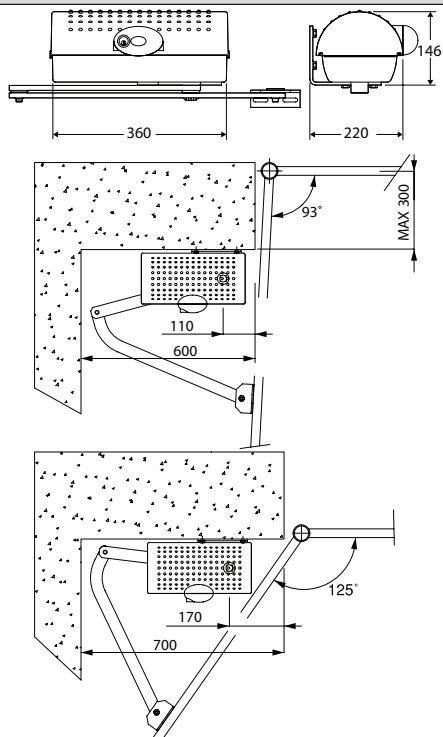
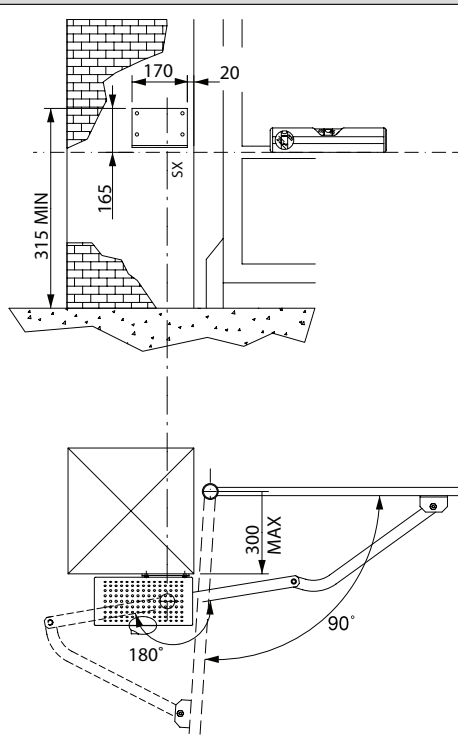

Рис. 2
Рис. 3
- Структура полотна ворот прочная и жесткая. Положения крепления должны выбираться соответственно структуре створки. В любом случае, кривые рычаги должны иметь точкой приложения усилия силовую конструкцию полотна ворот (рис.2).
5) КРЕПЛЕНИЕ МОНТАЖНОЙ ПЛАСТИНЫ (РИС.2)
После определения места крепления на створке, при закрытых воротах, проведите воображаемую линию до столба (рис.2). Расположите кронштейн, соблюдая размеры рис.2 для открывания на 90 гр. Или рис.3